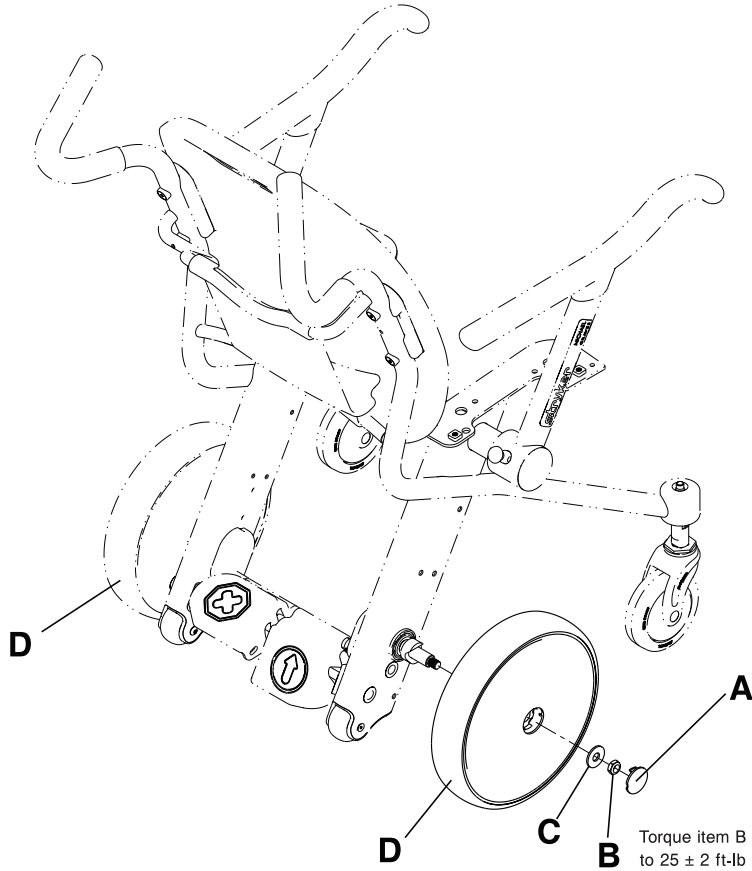

图14-28: 后轮更换
2. 使用一个铁镐，卸下并丢弃后轮中心螺母盖(A) ( 图14-28 第14-44页)。
3. 使用一个3/4"套筒扳手和一个3/8"传动棘轮，卸下并丢弃后轮中心螺母(B) ( 图14-28 第14-44页)。
4. 卸下并废弃的中心垫圈(C) ( 图14-28 第14-44页)。